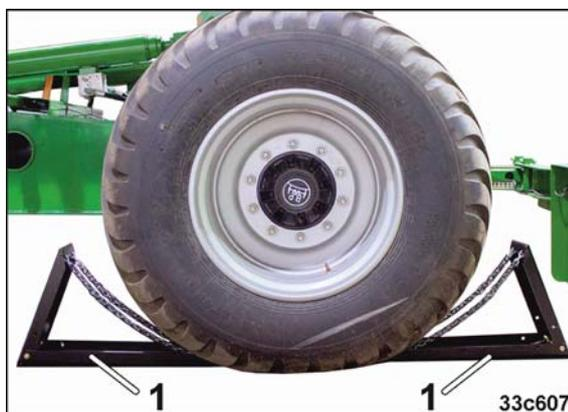

Fig. 138
10. Maschinenreifen mit zwei Unterlegkeilen (Fig. 138/1) sichern